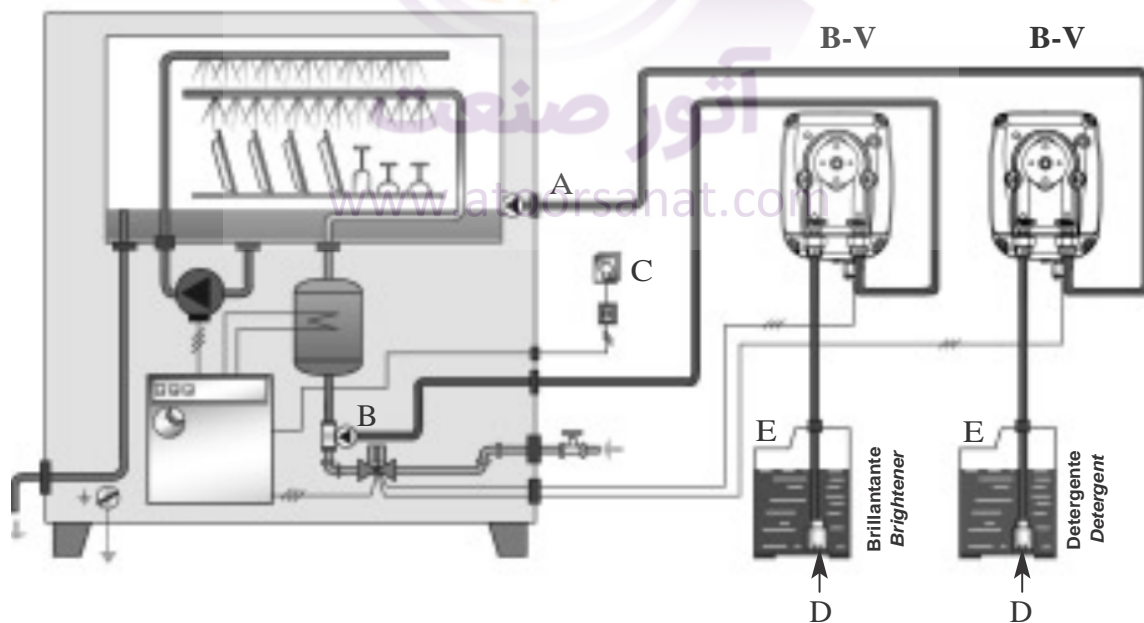

Fig. 8
- f. - Applicare il raccordo di iniezione (A) a 90° alla vasca della macchina ad una quota superiore allo sfioro dell'acqua dopo aver praticato un foro da 12 mm.
3.1 - SCHEMA DI IMPIANTO TIPICO B-V Fig. 8